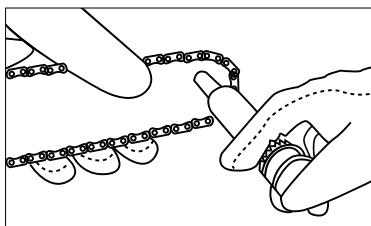

Fig. 28
3. Posizionare l'ugello ad ago della siringa nel foro del grasso e iniettare il grasso fino a quando non appare sul bordo esterno della ruota dentata della catena della barra (fig. 28).